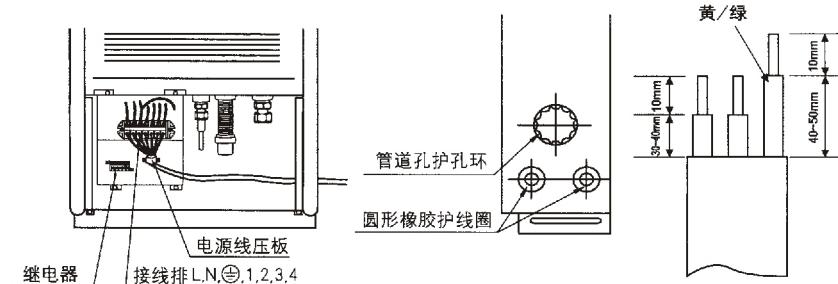

图 17
- (1) 拆下室内机下部的维修面板：拆下维修面板下部的 2 个螺钉，然后向下拉出维修面板。
(2) 按图 17 所示，根据电气原理图进行接线。